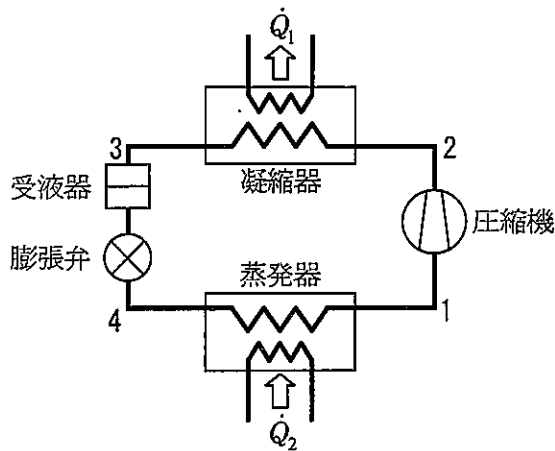

図1
また、 ~ に当てはまる数値を計算し、その結果を答えよ。ただし、解答は解答すべき数値の最小位の一つ下の位で四捨五入すること。なお、冷媒の状態量を用いる計算には表1及び表2の値を用いること。ここで、 P は圧力、 \dot{m} は質量流量、 \dot{Q} は熱流量、 h は比エンタルピー、 \dot{L} は仕事率、符号'は飽和液状態、符号"は乾き飽和蒸気状態を表し、図1の1~4、及び図2のa~dはそれぞれ作動流体である冷媒の熱力学的状態を示す文字である。
(1) 図1に、ある蒸気圧縮冷凍機の基本的な機器構成及びサイクルを示す。蒸気圧縮冷凍機の理論サイクルは サイクルと呼ばれる。この冷凍機が理論サイクルで運転されているものとするれば、状態1の冷媒は圧縮機で 圧縮され、状態2となる。状態2の冷媒は凝縮器で系外に熱流量 \dot{Q}_1 を放出し、 の下で凝縮して液化し、状態3となる。その後、受液器を経て膨張弁により絞り膨張し、状態4の となり、蒸発器において熱流量 \dot{Q}_2 を受け取り、状態1に戻る。
(2) 図1の蒸気圧縮冷凍機において、冷媒が質量流量 \dot{m} で循環している。このとき、単位時間当たり凝縮器で系外に放出される熱流量 \dot{Q}_1 は で求めることができ、単位時間当たり蒸発器において受け取られる熱流量 \dot{Q}_2 は で求められる。また、単位時間当たり圧縮機に加えられる仕事率 \dot{L} は となり、冷凍機の成績係数(COP)は となる。
(3) この冷凍機を、冷媒の質量流量を $\dot{m} = 1 \text{ kg/s}$ で、図1の4→1の過程の圧力を0.36 MPaで、図1の2→3の過程の圧力を1.22 MPaで作動させた。このとき、1→2の過程で温度が55 K上昇した。 \dot{Q}_1 及び \dot{Q}_2 はそれぞれ、 $\dot{Q}_1 = \text{A abc}$ [kJ/s]、 $\dot{Q}_2 = \text{B abc}$ [kJ/s]となり、冷凍機の成績係数は となる。